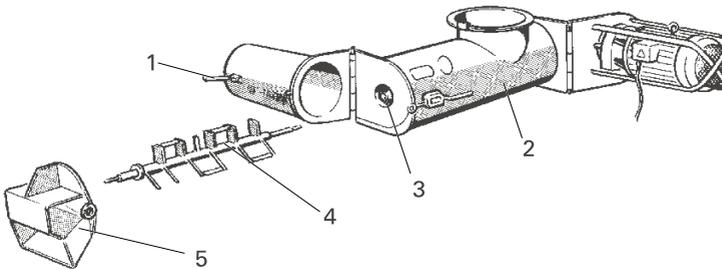

Abb. 18: Reinigen
- Exzenterverschlüsse (Abb. 18, 1) lösen und Lagerdeckel (Abb. 18, 5) abnehmen.
- Mischwelle (Abb. 18, 4) herausnehmen und Mischrohr seitlich bzw. nach unten aufschwenken.
Verbindungsstück der Mischwelle zur Transportschnecke (Abb. 18, 3) sauber, trocken und fettfrei halten. Achten Sie darauf, dass kein Wasser in das Dosierrohr (Abb. 18, 2) gelangen kann.